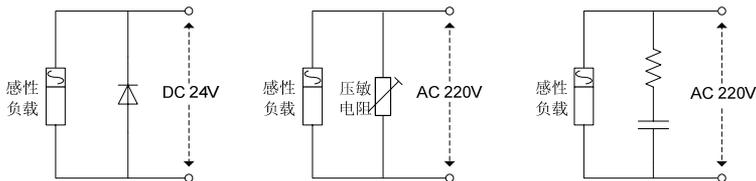

图 3-6 感性负载浪涌抑制器的应用
- ◆ 驱动器连接感性负载设备时（电磁接触器、继电器、电磁阀等），请务必在该负载设备线圈上使用浪涌抑制器，如图 3-6 所示。